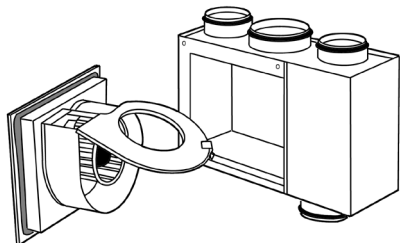

Fig. 3
- Åpne det sneglehusformede lokket, se fig 3.